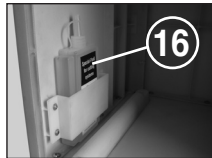

Abb. 6
Auffangbehälter (14) herausziehen, Ölbehälter (16) (Abb. 6) aus der Halterung im Unterschrank nehmen und Behälter wieder einschieben.